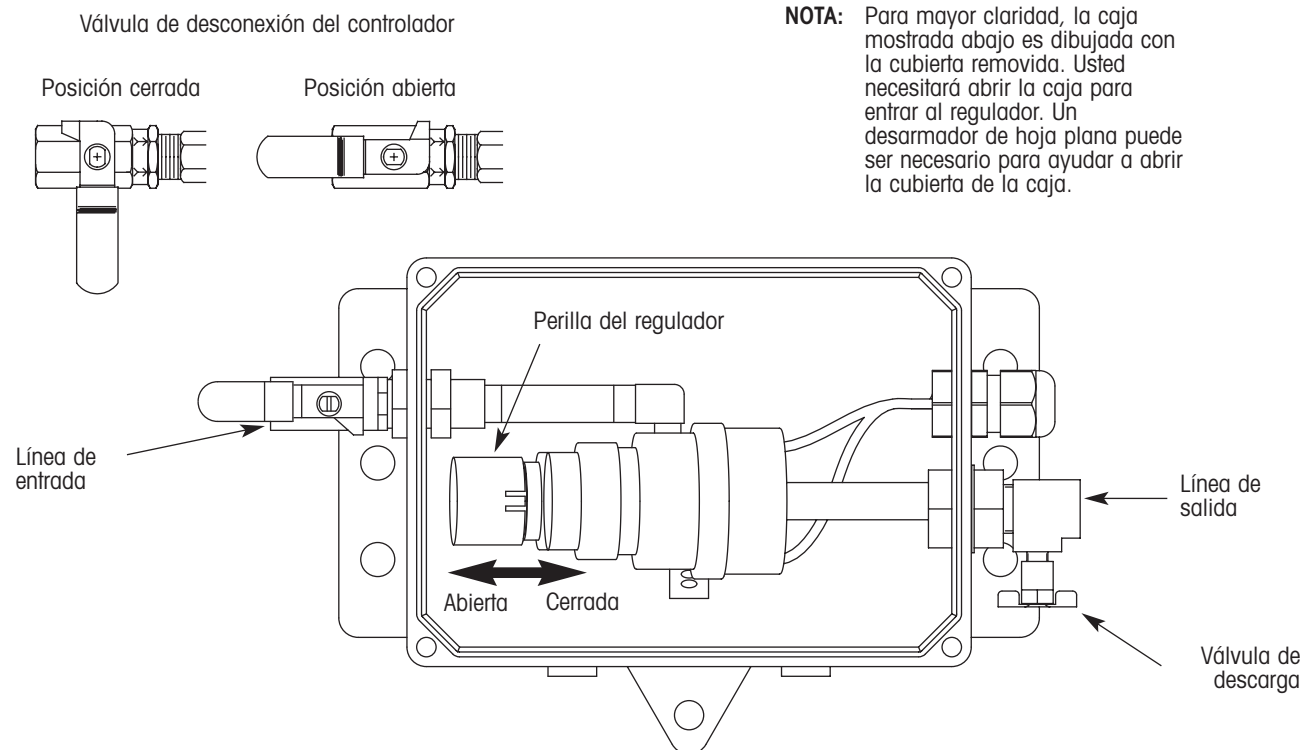

Figura 14. Programación de presión objetivo usando el regulador de presión
2. Asegúrese que la válvula de desconexión del TIREMAAX CP este en la posición abierta (figura 14).
2. Cierre la válvula de desconexión del controlador en la línea de entrada (figura 14).
(como se ve desde el extremo de la perilla). Antes de que la perilla gire, esta debe ser desbloqueada. Para desbloquear la perilla del regulador, estírela hacia afuera del cuerpo del regulador (figura 14). Un click será escuchado.
9. Cierre la válvula de desconexión del controlador en la línea de entrada (figura 14).
14. Bloquee la perilla del regulador empujándola hacia el cuerpo del regulador (figura 14). Un click será escuchado.